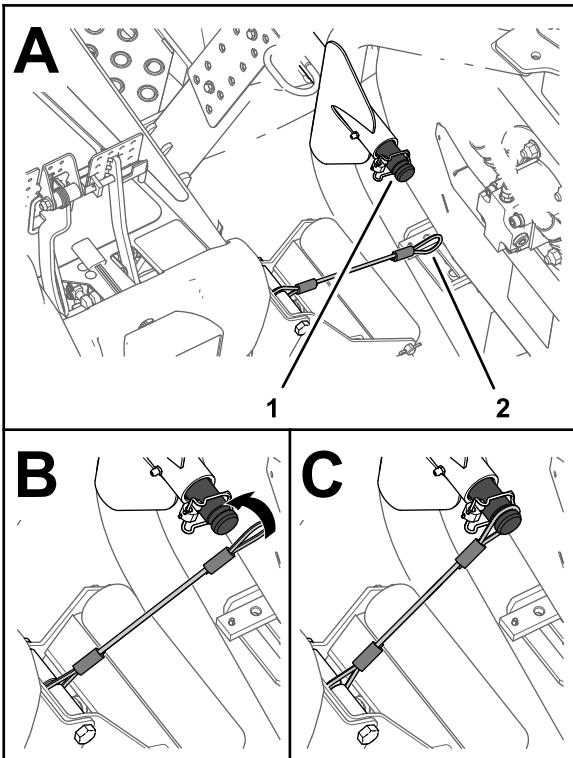

Figura 33
5. Vyrovnejte lanko s nosným hřídelem zvedacího ramene přední vnější žací jednotky (Figura 33).
6. Navlékněte oko lanka na nosný hřídel tak, aby se lanko zcela usadilo v drážce hřídele (Figura 33).